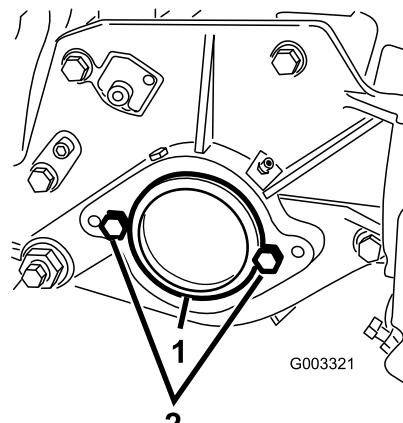

Bild 12
2. Nehmen Sie rechts am Mähwerk den Plastikstöpsel vom Lagergehäuse ab (Bild 12).
3. Nehmen Sie die zwei Kopfschrauben von der rechten Seitenplatte ab (Bild 12).
2. Kopfschraube (2)
5. Schrauben Sie die zwei Befestigungsschrauben für den Spindelmotor lose an der linken Seitenplatte des Mähwerks fest (Bild 12).